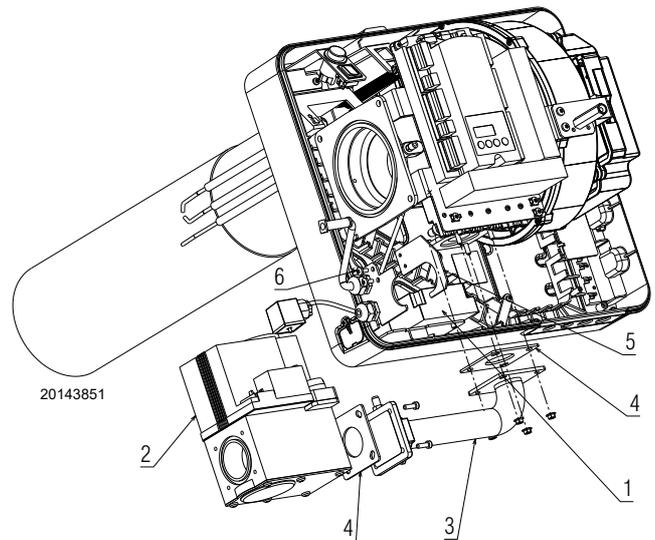

Fig. 16
- assemblare la presa d'aria 1) con le viti 2) e i dadi. Utilizzare le 4 viti a testa svasata fornite a corredo. Due viti andranno fissate con dadi flangiati forniti a corredo (Fig. 16).
- Collegare i cavi di alta tensione al trasformatore 1)(Fig. 16) e il collegamento della sonda di ionizzazione al cavo apposito uscente dall'apparecchiatura.
Attenzione alla presenza della guarnizione 4)(Fig. 16) e alla tenuta gas.